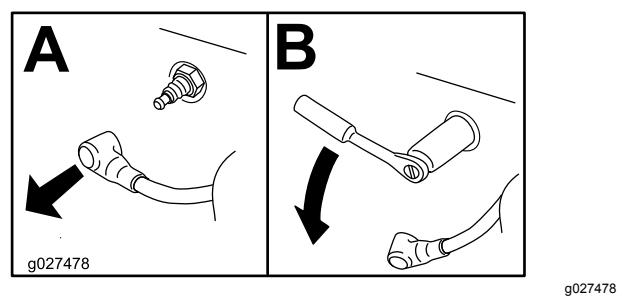

Bild 26
4. Nehmen Sie die Zündkerze heraus, wie in Bild 26 abgebildet.